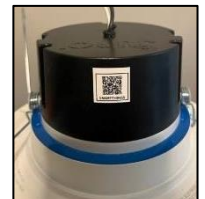

Figura 7
- i. Utilice la cámara de su dispositivo inteligente para escanear el código QR de SmartThings situado en la parte lateral del dispositivo (Figura 7).